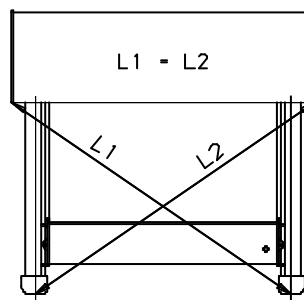

Bild 5.3
- Anlage entsprechend ausrichten, Diagonale messen (Bild 5.3)